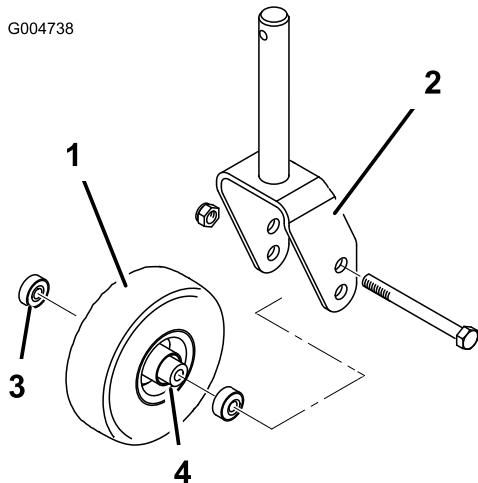
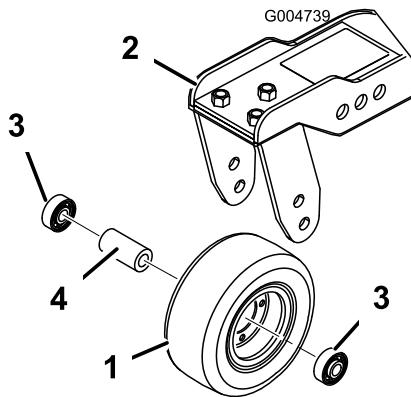

Bild 85
Bild 86
- Entfernen Sie die Sicherungsmutter von der Schraube, mit denen das Laufrad in der Mitte der Laufradgabel (Bild 85) oder am Laufradgelenkarm (Bild 86) befestigt ist. Halten Sie das Laufrad fest und schieben die Schraube aus der Gabel oder vom Gelenkarm ab.
- Entfernen Sie das Lager aus der Radnabe und lassen das Lagerdistanzstück herausfallen (Bild 85 und Bild 86). Entfernen Sie das Lager aus der gegenüberliegenden Seite der Radnabe.